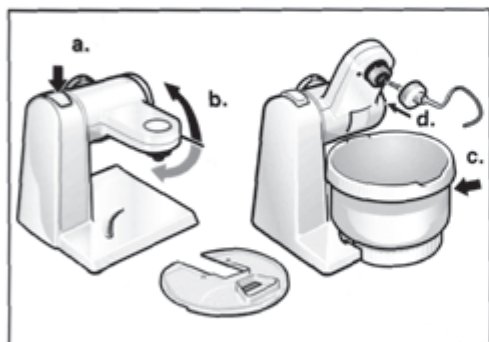

Figura 4
2. El brazo de amasar se utiliza en el modo 1 (ver tabla 1). Para colocar el cuenco de mezclar y el brazo de amasar, debe moverse el brazo según se muestra en la figura 4:
2. Tanto el batidor como el mezclador deben usarse en el modo 1 (ver tabla 1 y figura 4). Siga los pasos detallados en la figura 4, y en el paso 4d, inserte el batidor que desea en vez del brazo de amasar y su deflector.